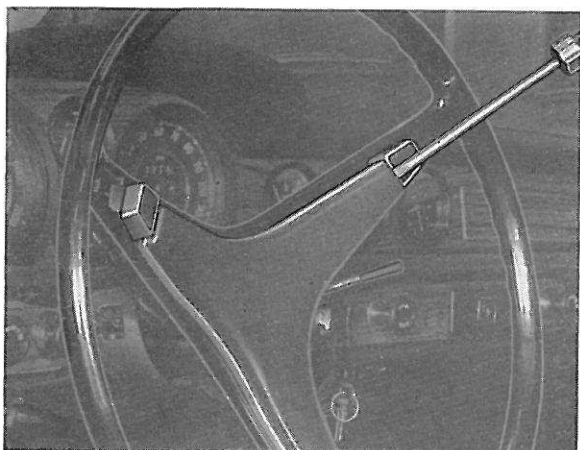

Figure 41. Démontage du rembourrage de sécurité
2. Démontez le cerclé-contact d'avertisseur. Pour la 120, enlever les deux vis de fixation sur la face inférieure des bras du volant. Pour la 1800, déloger avec précaution le bouton d'avertisseur ou le rembourrage de sécurité (figure 41).